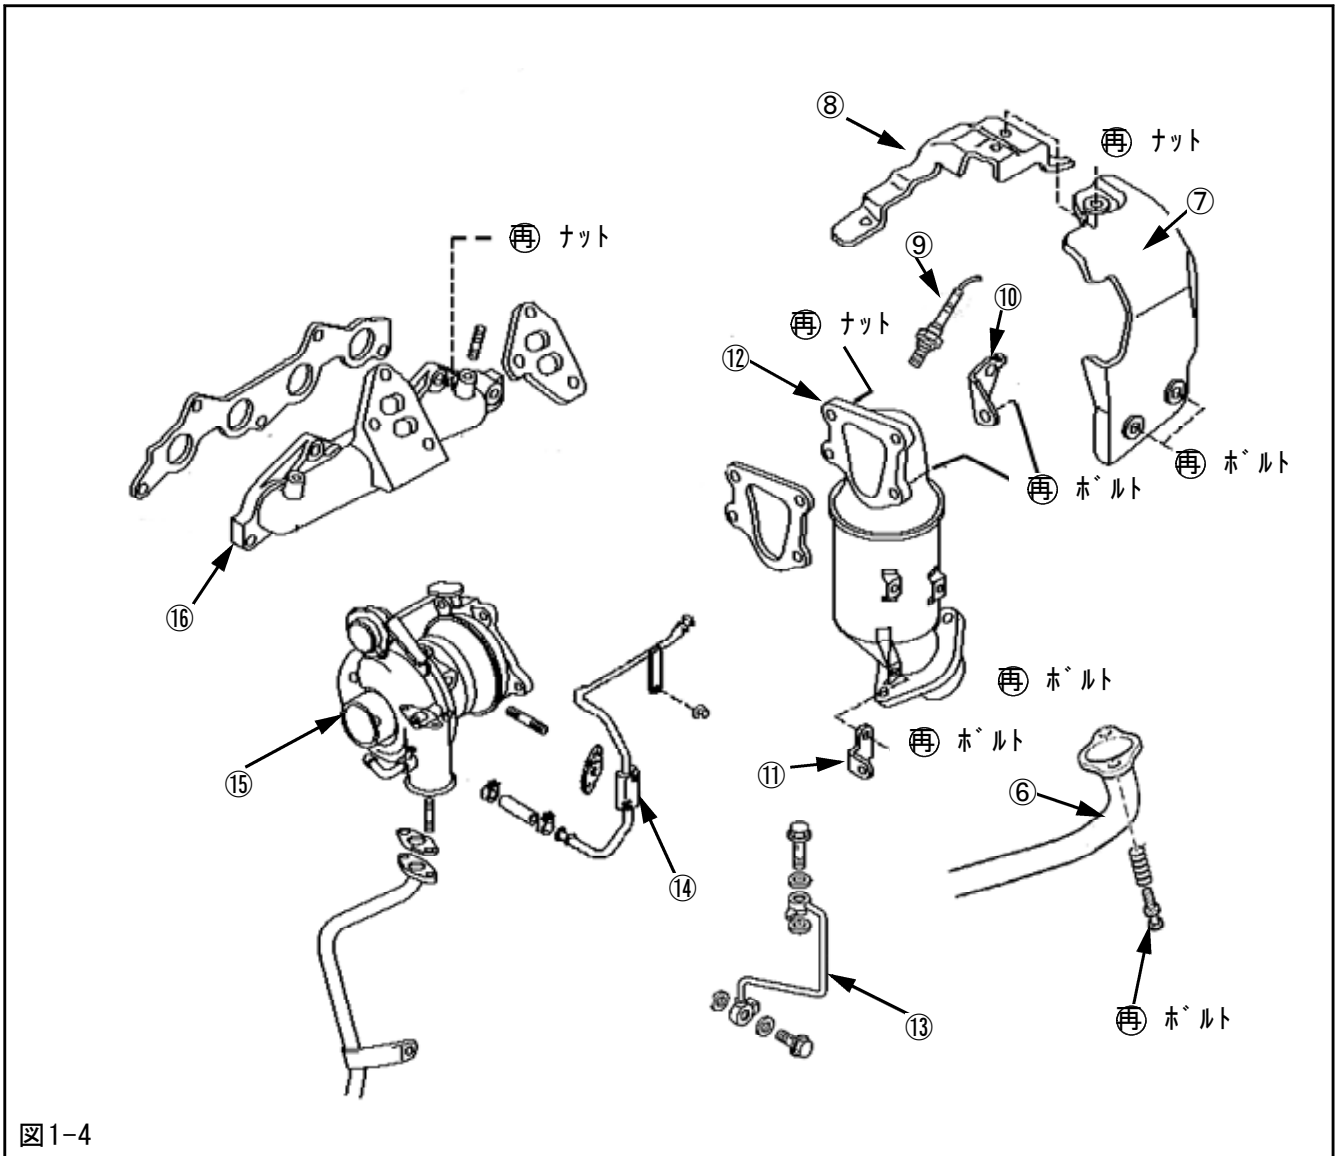

図1-4
(6) ⑥～⑯を取外してください。(図1-4)
- (1) 1. (6) で取外した⑩, ⑪, ⑫を取付けてください。(図1-4, 図2-1)
- (2) 1. (6) で取外した⑦, ⑧を取付けてください。(図1-4)
- (3) 1. (6) で取外した⑥を取付けてください。
- (4) 1. (5) で取外した④, ⑤を取付けてください。